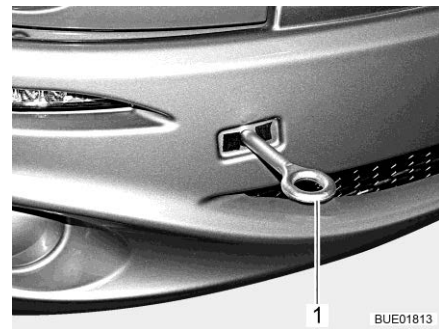

Bild 48 Abschleppöse, montiert
- Abschleppöse (Bild 48,1) gemäß den Anweisungen in der Betriebsanleitung des Basisfahrzeugs montieren.